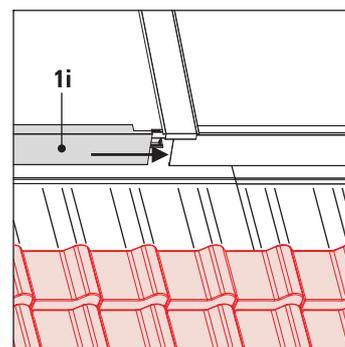

Fig. 3-46 Étape 6
- Mise en place du panneau pare-vue gauche inférieur (1i). Aligner le cache inférieur gauche (1i) sous la réglette insérable en direction du capteur plan droit (fig. 3-46), puis l'aligner sur le côté gauche. Les deux panneaux pare-vue se chevauchent alors au niveau de la réglette de positionnement.